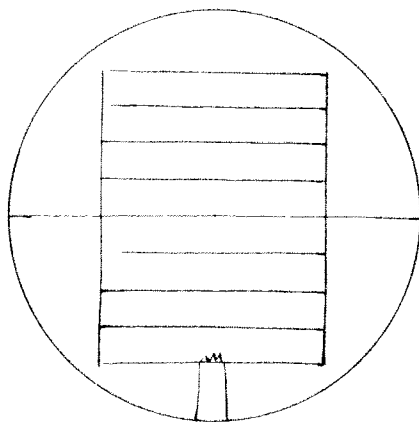

Fig 3
30. Sänk WTG frekvens 0,4 MHz och kontrollera att pulsens topp kommer att ligga 4 cm nedanför oscilloskopets mitt. Se fig 3.